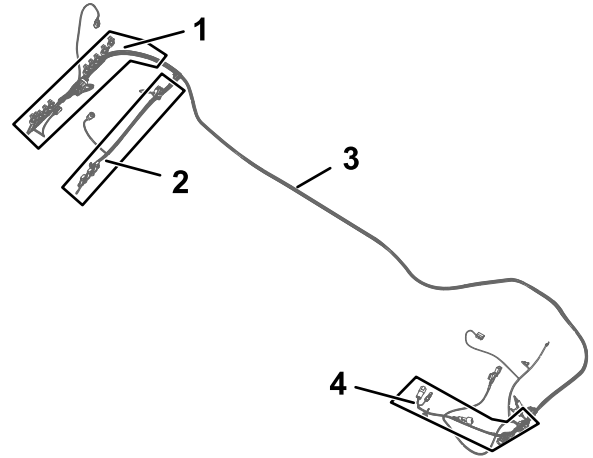
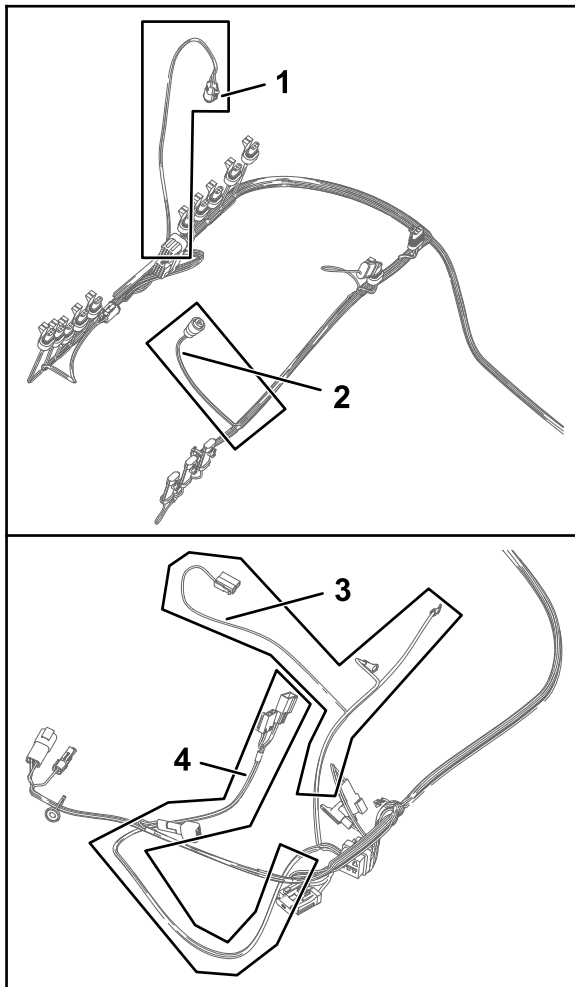

図 76
図 77
1. キットのワイヤハーネスから 84cm の枝線、60cm の枝線、66cm の枝線を探し出す 図 76 と 図 77。